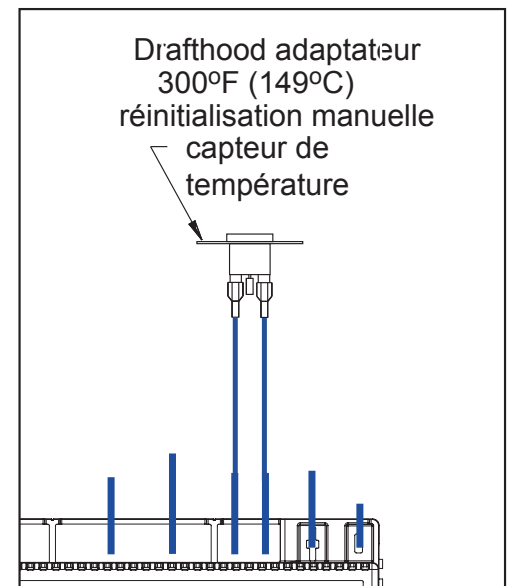

Figure 41: Interrupteur de déversement
**Étape 5:** Insérez les fils de l'interrupteur de déversement coincé dans le bornier ON / OFF et serrez les vis de réglage. Notez qu'il n'y a pas de polarité des fils de l'interrupteur de déversement, donc il fonctionnera dans les deux positions des fils (Figure 41).